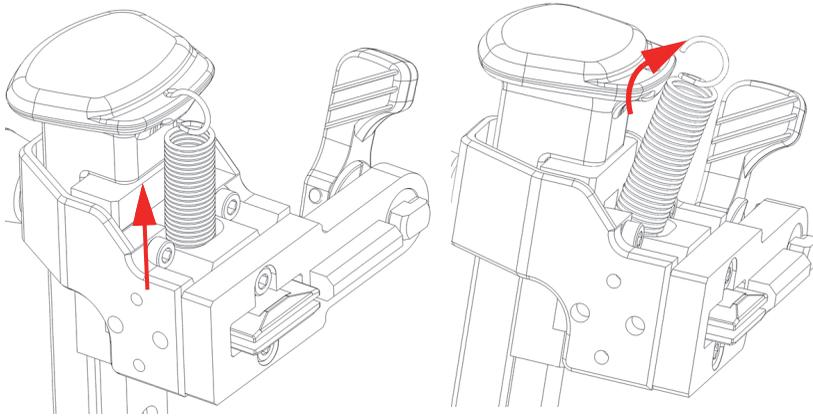

Figura 2-30 Rimozione della molla
2. Rimuovere la parte superiore della molla dal foro nell'impugnatura di sollevamento del braccio con meccanismo a molla (Figura 2-30 a pagina 65).